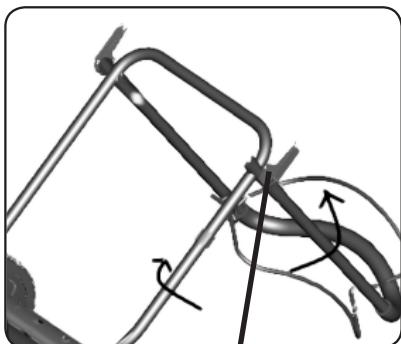

Рис.2
Установите рукоятку в рабочее положение и зафиксируйте ее специальными фиксаторами (A) (Рис.2). Проверьте установку тросов управления, они не должны быть пережаты. Установите травосборник.